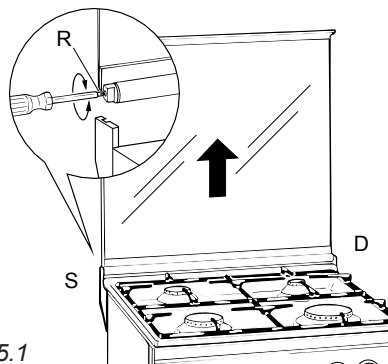

Fig. 5.1
- nella sede destra deve essere montata la cerniera con la stampigliatura "D" mentre nella sede sinistra la cerniera con la stampigliatura "S" (fig. 5.1)
Eventualmente registrare la taratura delle molle delle cerniere ruotando le viti "R" in senso orario (fig. 5.1).